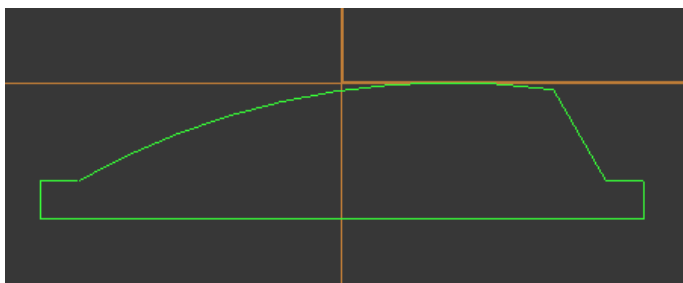

图 7-18 步骤6)~8)模型
- 8) 单击“圆弧”“切弧”“经过一点”，圆弧要切的物体选择矩形  $80 \times 18$  的上底边，输入经过点：X-35 Y-13，输入半径：100，选择所要的圆弧，单击鼠标左键确定。修剪各处，完成后的图形如图 7-18 所示。
10) 单击“实体”“挤出”, 选择图7-18图形, 距离: 27.5, 勾选“两边同时延伸”, 点选“增加凸缘”; 单击“实体”“挤出”, 选择40×22矩形, 方向“下”, 距离: 13, 点选“切割主体”; 单击“实体”“挤出”, 选择矩形40×22, 方向“下”, 距离: 10, 点选“增加凸缘”; 单击“实体”“挤出”, 选择矩形4× $\phi$ 6, 方向“全部向下”, 点选“全部贯穿”。